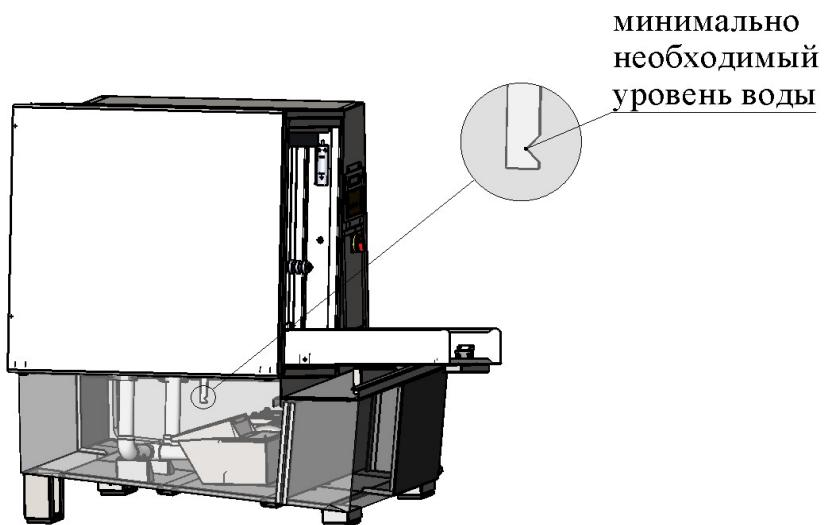

Рис. 4.
4.3. Подключить стенд к системе заземления, втулка (болт) заземления расположен на правой задней опоре ванны рис.4.
4.7 Подключить стенд к имеющейся пневмосистеме через переходник (рис.4), расположенныйный на задней стенке изделия. В разных комплектациях переходников может быть два: один для сушки колес, второй для обдувочного пистолета